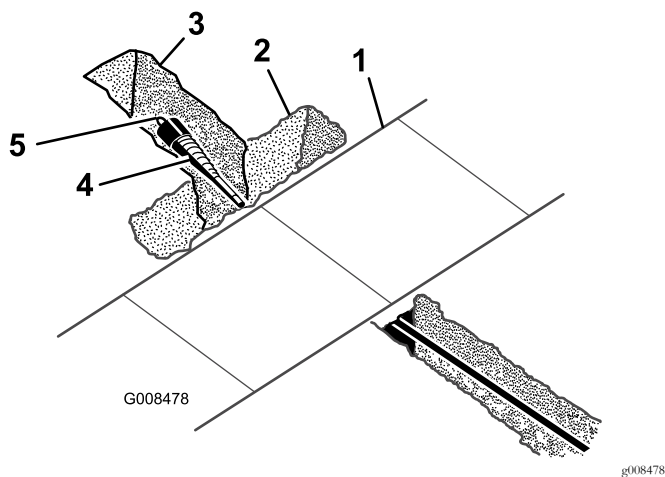

Figura 6
1. Usando una pala, cave con cuidado alrededor de la broca, eliminando suficiente tierra para poder retirarla (Figura 6).
2. Retire la broca y acople el escariador (Figura 6).
3. Conecte el cable o la tubería a instalar al conector giratorio del escariador (Figura 6).